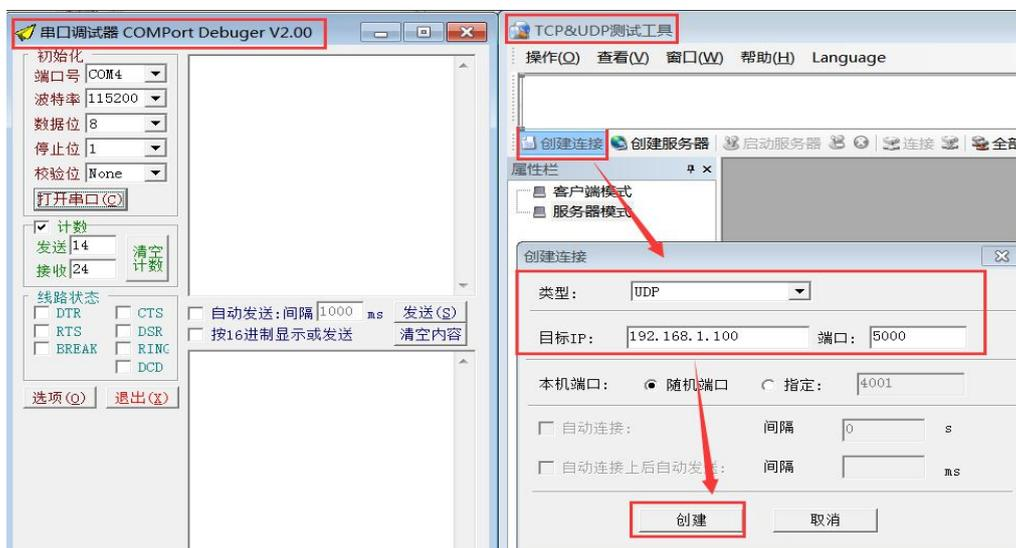

图 5.12
6. 同时打开串口调试器和 TCP&UDP 测试工具，在 TCP&UDP 测试工具中，点击“创建连接”→选择“类型”为 UDP，设置“目标 IP”和“端口号”→“创建”。如图 5.12 所示。